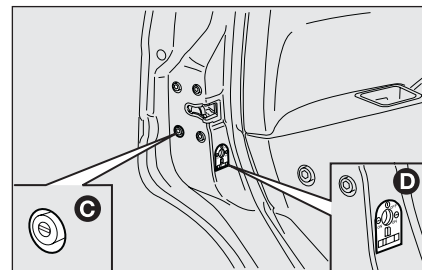

fig. 17
- ☐ enclenchement du dispositif de sécurité portes **C-fig. 17** lorsque le circuit électrique ne fonctionne pas (par ex. batterie épuisée) ;
- ☐ enclenchement du dispositif de sécurité enfants **D-fig. 17** sur les portes arrière.